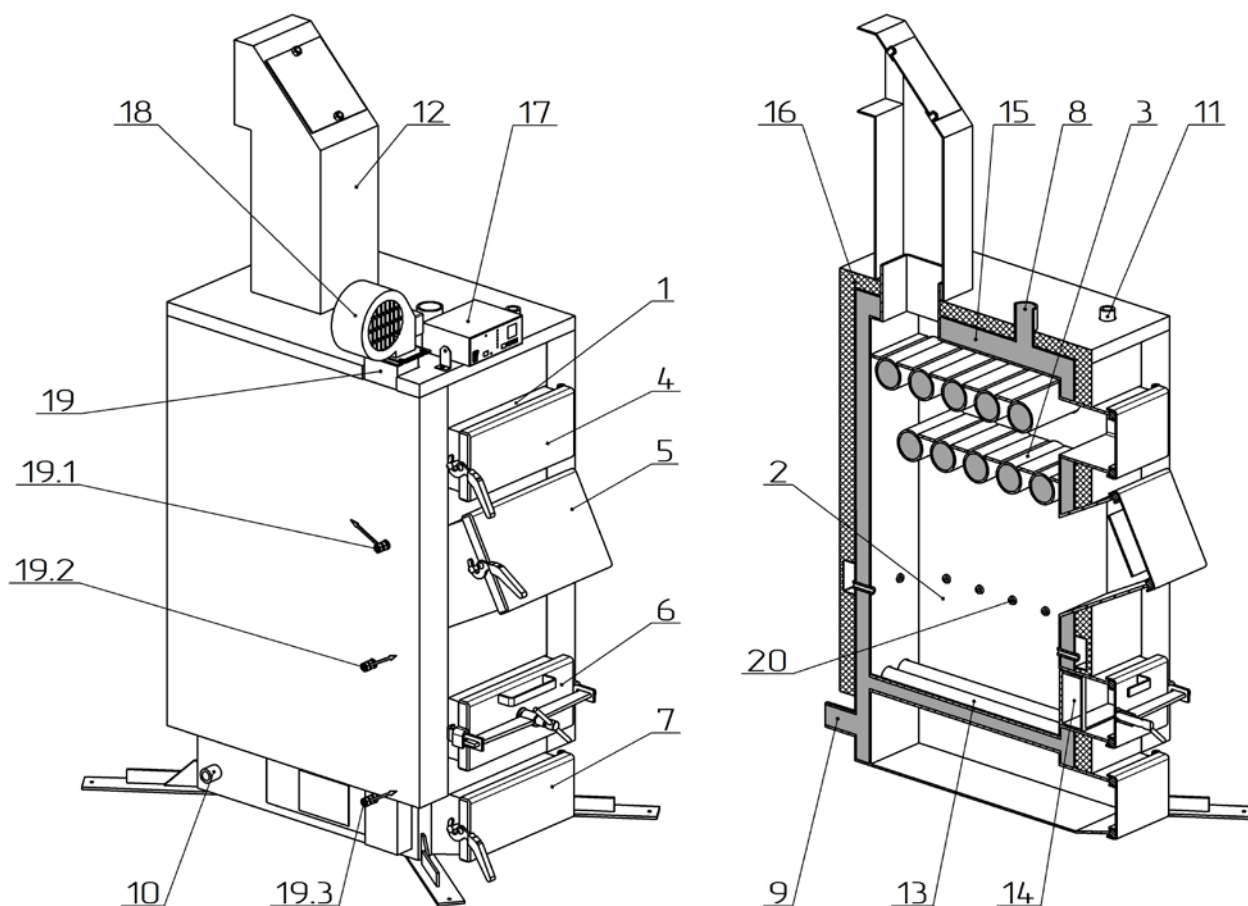

Рисунок 2 – Зовнішній вигляд та основні елементи котла
Конструктивно котел являє собою збірно-зварену конструкцію, що складається з корпусу (поз. 1, рис. 2) з камерою згоряння (топкою) (поз. 2, рис. 2). Над топкою розташована конвекційна частина котла (поз. 3, рис. 2), що являє собою двоходовий (для потужностей 10-38 кВт), трьохходовий (для потужностей 44-65 кВт) або чотирьохходовий (для потужностей 75-120 кВт) теплообмінник.
Корпус котла виконаний в формі паралелепіпеду з подвійними стінками, які розділені водними перегородками (поз. 15, рис. 2). На зовнішній поверхні корпусу під декоративною обшивкою закріплена теплова ізоляція. (поз. 16, рис. 2).
Паливо для процесу спалення завантажується на колосникові ґрати (поз. 13, рис. 2) крізь завантажувальні дверцята (поз. 5, рис. 2). Колосникові ґрати виконані з товстостінних безшовних труб по яких постійно циркулює вода з водяної оболонки котла, що унеможливує їх прогорання. Згоряння палива в топці відбувається за участю повітря, яке постачається по каналу подачі повітря (поз. 19, рис. 2) припливним вентилятором (поз. 18, рис. 2). Кількість повітря, необхідного для процесу згоряння, регулюється автоматично регулятором температури (поз. 17, рис. 2).
Підведення і відведення теплоносія здійснюється відповідно через патрубки зворотної мережної води (поз. 9, рис. 2) і прямої мережної води (поз. 8, рис. 2).
Топочні гази виходять у димохід крізь боров (поз. 12, рис. 2), що, за попередньою домовленістю з виробником, може бути розташований у задній або верхній (як на рис. 2) частині котла.
У верхній частині корпусу котла розташований штуцер для встановлення запобіжного клапана (поз. 11, рис. 2).
На бічній стінці корпусу у нижній її частині розміщено штуцер для зливу води з котла (поз. 10, рис. 2).
- дверцята для періодичного обслуговування (чищення) конвекційної частини котла (поз. 4, рис. 2);
- ревізійний дверцята (поз. 6, рис. 2) для періодичного чищення колосникових ґрат;
- дверцята зольника (поз. 7, рис. 2) для можливості чищення простору під колосниками.